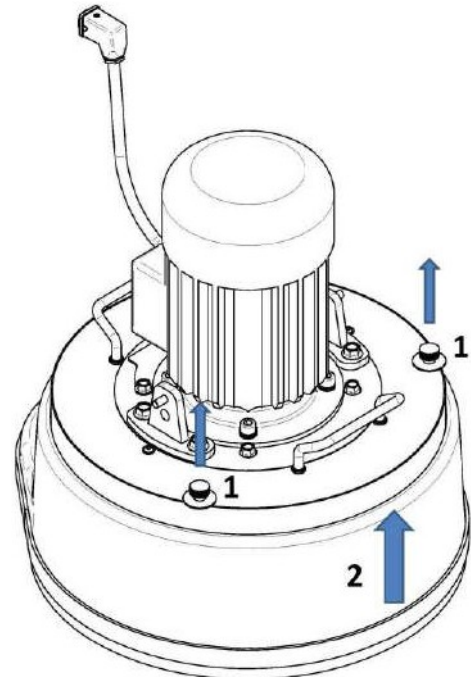

Figure 8.2
- [1] Retirer les 2 vis du bouton illustrées (Fig.8.2).